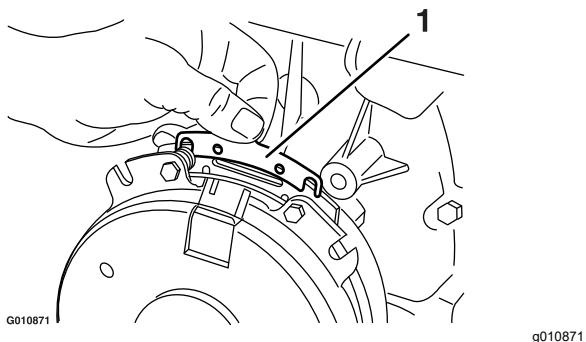

Figura 90
- B. Utilizando um alicate de pontas finas, ou com a mão, prenda a patilha e retire o calço (Figura 90).
Remova qualquer acumulação de relva, sujidade e outros detritos do filtro do motor. Isto ajuda a assegurar a refrigeração adequada e a velocidade correta do motor e irá reduzir a possibilidade de sobreaquecimento e danos mecânicos no motor (Figura 90).